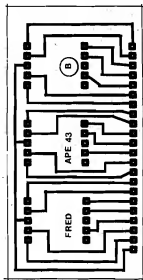

Fig.3
- FIG. 3 - LAY OUT DO CIRCUITO IMPRESSO DA PLACA DOS DISPLAYS (B) - Para que mecânica, elétrica e esteticamente o FRED ficasse bonito, prático, fácil de montar, simples de "encaixar" e confortável de usar, optamos pela implementação da montagem sobre duas placas, finalmente dispostas em "L"... Uma delas contém o circuito principal (placa A), e a outra contém apenas os **displays** (placa B). Na figura vemos o padrão de ilhas e pistas cobreadas apenas da placa B (dos **displays**). O desenho é simples (está em escala 1:1, tamanho natural, portanto...) e não deverá fazer ninguém "arrancar os cabelos" na sua confecção... O único ponto importante (além da conferência final, para ver se não restaram pequenas falhas ou "curtos"...) é respeitar rigorosamente as posições das ilhas, uma vez que os **displays** apresentam terminais muito curtos e pouco flexíveis (simplesmente não dá para "acochambar" as coisas, na hora da inserção, se tudo não estiver perfeito...). Observar a barra de 22 ilhas junto a uma das bordas maiores da plaquinha. Esse conjunto de contatos destina-se ao "interfacemento" com a outra placa, via conjunto de pinos conectores em "L", conforme veremos mais adiante...